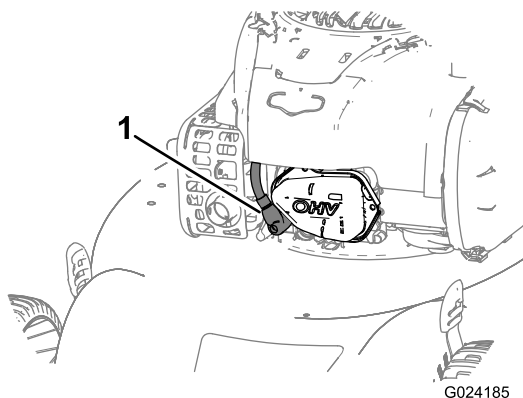

Figura 14
2. Staccate il cappello dalla candela (Figura 14) prima di eseguire interventi di manutenzione.